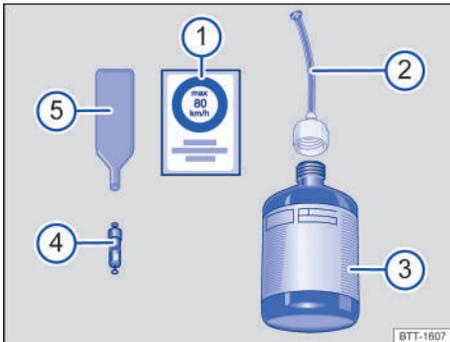

Fig. 211 Representación esquemática: componentes del kit reparapinchazos.
- ① Adhesivo con la indicación de velocidad "max. 80 km/h" o "max. 50 mph"
- ② Tubo de llenado con tapón
- ③ Botella de sellante
- ④ Obús de repuesto para válvula
- ⑤ Desmontaobuses
El desmontaobuses → fig. 211 ⑤ lleva en el extremo inferior una ranura para el obús de la válvula. Solo así se puede desenroscar y volver a enroscar el obús de la válvula del neumático. Esto también vale para el obús de repuesto ④.
2. Desenrosque el obús de la válvula con el desmontaobuses → fig. 211 ⑤ y deposítelo sobre una superficie limpia.
3. Agite enérgicamente la botella de sellante → fig. 211 ③ varias veces.
4. Enrosque fijamente el tubo de llenado → fig. 211 ② en la botella de sellante en el sentido de las agujas del reloj.
5. Retire el tapón del tubo de llenado → fig. 211 ② e introduzca el extremo abierto en la válvula del neumático por completo.
8. Enrosque nuevamente el obús en la válvula del neumático con el desmontaobuses → fig. 211 ⑤.